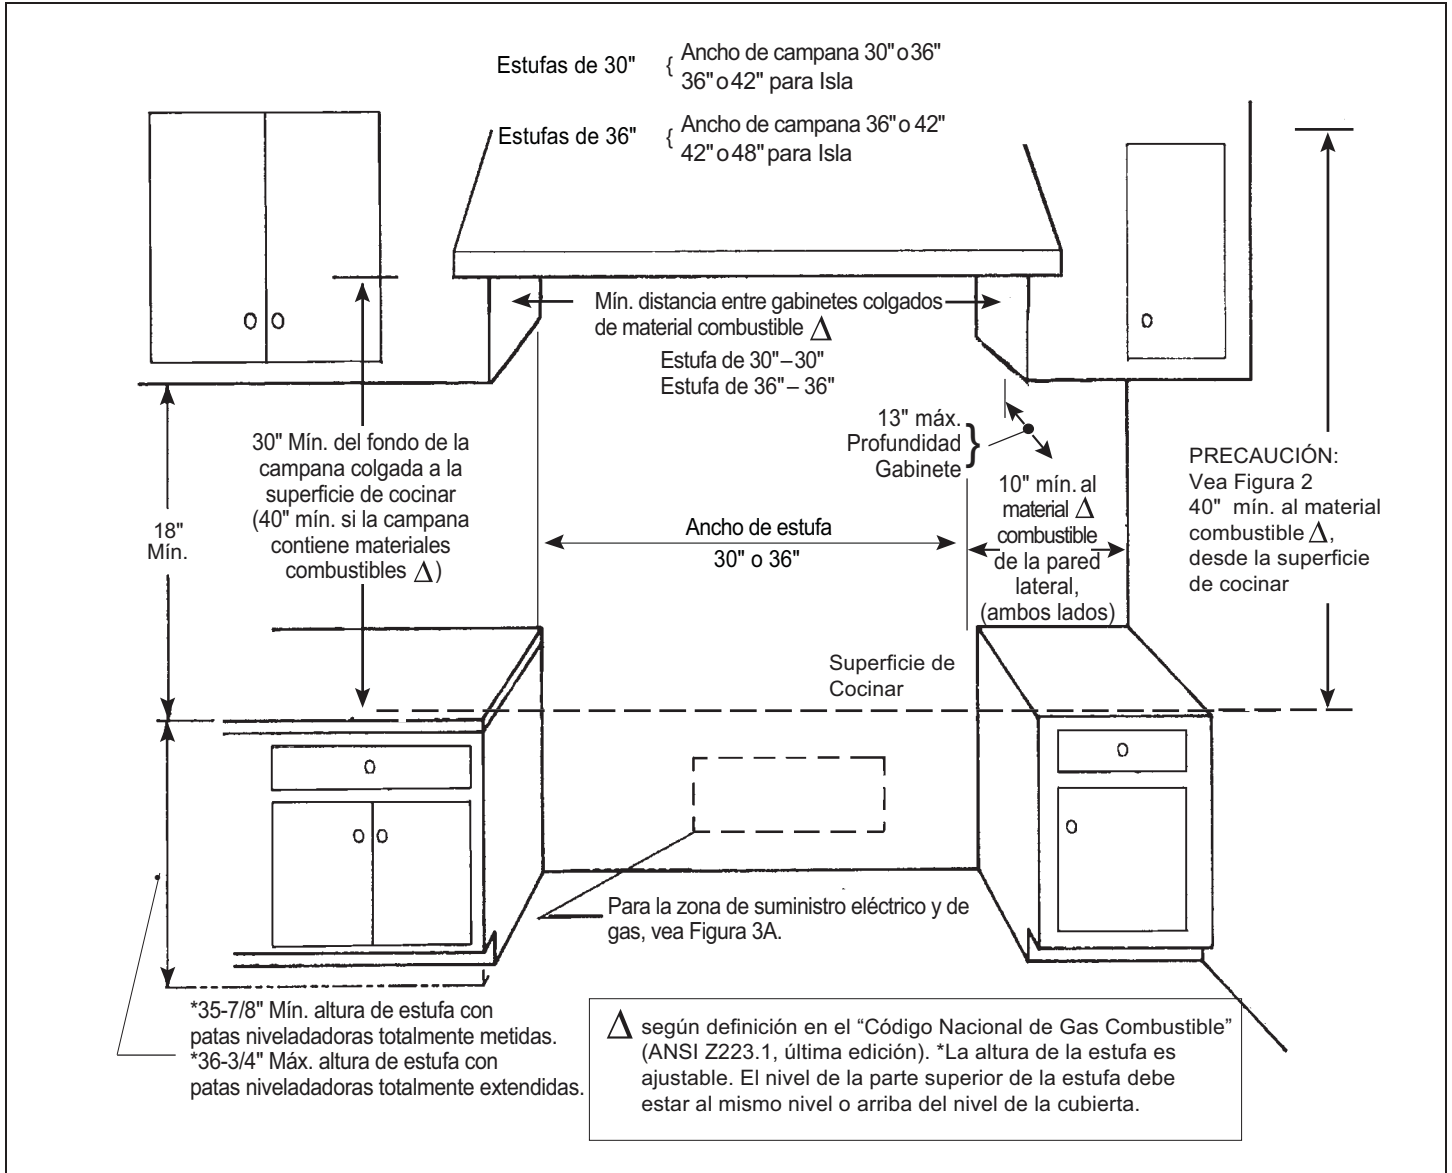

Figura 1: Espacios libres de los gabinetes
- Para eliminar mejor el humo se debe instalar el borde inferior de la campana a una distancia mínima de 30" arriba de la superficie de cocinar de la estufa (Vea Figura 1).
1. La estufa es autoestable. Si desea colocar la unidad junto a gabinetes, se deben observar los espacios libres que se muestran en la Figura 1. Los mismos espacios libres aplican a instalaciones tipo isla, excepto por los gabinetes colgados, que deben tener un espacio suficientemente ancho para aceptar la
campana de isla acampanada, como se indica en la Figura 1.